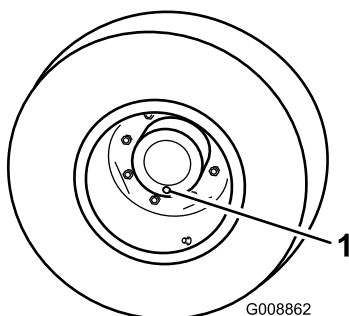

Bild 104
1. Stellen Sie die Maschine auf einer ebenen Fläche ab und positionieren Sie das Rad so, dass sich eine der Prüfschrauben in der untersten Stellung (6 Uhr) befindet (Bild 104).